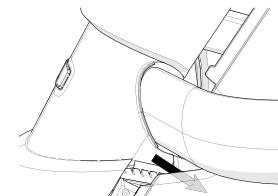

Рисунок 15
4. Передняя крышка должна проходить вокруг опор таким образом, чтобы петли на нижних углах находились внутри двух боковых крышок. Установите верхнюю крышку на место до щелчка боковых крышек (см. рисунок 15).